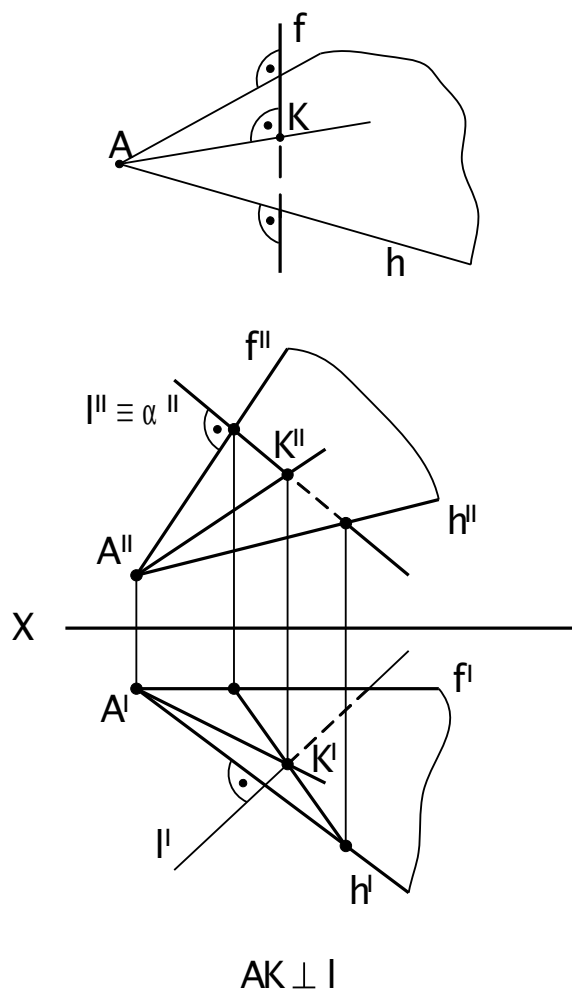

Рис. 22
3. Две прямые взаимно перпендикулярны, если одна из них лежит в плоскости, перпендикулярной ко второй прямой (или если через одну из них можно провести плоскость, перпендикулярную ко второй прямой (Рис. 22),).